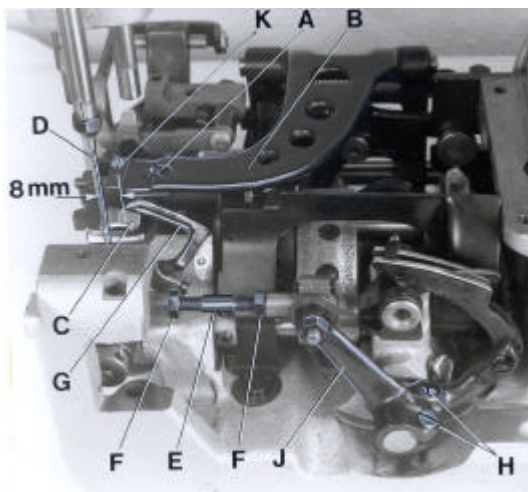
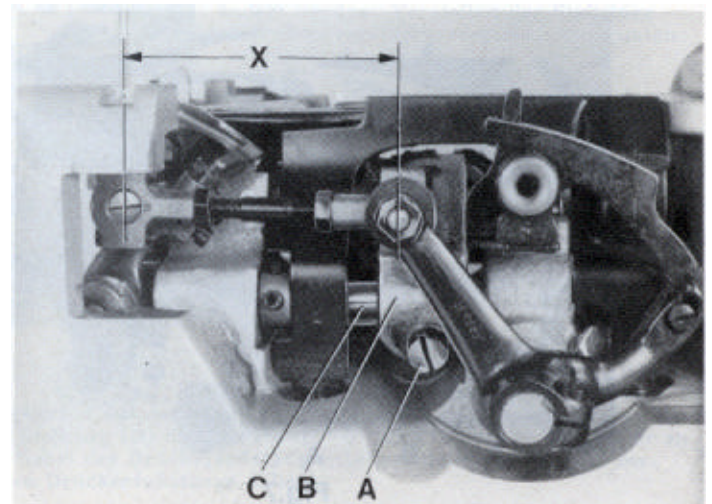
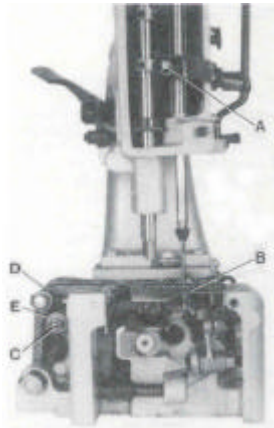

Fig. 3
Fig. 4
Fig.6
Remove the presser foot, throat plate and feed dog and on styles 80800H and HA also the needle guard for convenient access to the machine. On styles 80800C, D and E loosen the screw (A, Fig. 3) in the feed bar (B) and push the feed bar needle guard (C) to the rear to avoid its contacting the needle (D).
For the two thread double locked stitch styles 80800C, E, H and HA, set the looper connecting rod (E) so the distance (X, Fig. 4) between the center lines of the two ball joints is 69.8 mm (2 3/4"). The dimension (X, Fig. 4) should be 68.3 mm (2 11/16) on the single thread chain stitch style 80800D. For adjustment loosen the two nuts (F, Fig. 3) and turn connecting rod (E) forward or backward as required to obtain specified dimension, retighten nuts (F).
Rotate the machine pulley in operating direction so that the looper moves from right to left. The looper point should pass as close as possible to the back of the needle without contacting 0.08 to 0.13 mm (.003 to .005") clearance. For adjustment loosen screws (A, Fig. 4) in the looper eccentric fork (B) and turn looper rocker shaft (C) on the looper rocker forward or backward as required. Retighten screw (A).
Zur bequemeren Einstellung entfernen Sie Drückerfuß, Stichplatte und Transporteur und bei den Maschinen 80800H und HA auch den Nadelanschlag. Lösen Sie bei den Maschinen 80800C, D und E die Schraube (A, Fig. 3) im Transporteurträger (B) und drücken Sie den Nadelanschlag nach hinten, damit er die Nadel (D) nicht berühren kann.
Bei den Zweifaden-Doppelkettenstichmaschinen Typen 80800C, E, H und HA muß die Greiferverbindungsstange (E) so eingestellt sein, daß der Abstand (X, Fig. 4) von der Mitte zu Mitte Kugelgelenk 69,8 mm beträgt. Bei der Einfaden-Einfachkettenstichmaschine Typ 80800D beträgt der Abstand (X, Fig. 4) 68,3 mm. Zum Einstellen lösen Sie die beiden Muttern (F, Fig. 3) und drehen die Verbindungsstange (E) vor oder zurück bis der erforderliche Abstand erreicht ist. Ziehen Sie die Muttern (F) wieder an.
Drehen Sie die Riemenscheibe in Nährichtung so, daß sich der Greifer von rechts nach links bewegt. Die Greiferspitze soll so dicht wie möglich hinter der Nadel vorbeigehen, ohne diese zu berühren (0,08 bis 0,13 mm Abstand). Zur Einstellung lösen Sie die Schraube (A, Fig. 4) in der Greiferexzentergabel (B) und schwenken die Greiferhebelwelle (C) am Greiferhebel mit Greifer nach Bedarf vor oder zurück. Ziehen Sie die Schraube (A) wieder an.
Remove the face cover on machine arm. Rotate machine pulley in operating direction until the looper point, moving to the left, projects 1 to 1.5 mm (.040" to .060") left of the needle (see Fig. 5). Lower edge of looper and upper edge of needle eye must be flush in this position. If adjustment is necessary, loosen clamp screw (A, Fig. 6) in the needle bar connection and move the needle bar up or down, as required. Retighten screw (A) and remount face cover.
At highest point of feed dog travel, the feed dog (B, Fig. 6) should be set so, that the rear teeth project their full depth above the throat plate surface. For setting remove the feed dog and adjust the supporting screw (K, Fig. 3) on the top of the feed bar to the required height. Remount the feed dog, and on styles 80800H and HA also the needle guard.
On styles 80800C, D and E stud (C, Fig. 6) for changing the stitch length is accessible from the outside. On styles 80800H and HA the housing for the tape cutter and the rear cloth plate have to be removed for changing the stitch length.
The length of the stitch can be adjusted by raising or lowering the stud (C, Fig. 6) in the segment slot of the feed rocker (D). Lowering stud (C) will lengthen the stitch. After loosening nut (E), stud (C) can be moved accordingly. When the desired stitch length is obtained, retighten nut (E). Remount housing for cutter and rear cloth plate on styles 80800H and HA.
The needle guard (C, Fig. 3) has to be set so, that it just contacts the needle at its most forward point of travel, without deflecting it.
On styles 80800C, D and E loosen screw (A, Fig. 3) in the feed bar (B) and adjust the needle guard (C) accordingly. Retighten screw (A).
Entfernen Sie den Stirdeckel am Maschinenarm. Drehen Sie die Riemenscheibe in Nährichtung bis die sich nach links bewegende Greiferspitze 1 bis 1,5 mm links der Nadel steht (siehe Fig. 5). In dieser Stellung müssen Unterkante Greifer und Oberkante Nadelöhr bündig sein. Ist eine Einstellung notwendig, lösen Sie die Klemmschraube (A, Fig. 6) im Nadelstangenmitnehmer und schieben die Nadelstange (B), je nach Bearf, nach oben oder unten. Ziehen Sie die Schraube (A) wieder an und montieren Sie den Stirdeckel.
Im höchsten Punkt der Transporteurbewegung sollen die hinteren Zähne des Transporteurs (B, Fig. 6) eine volle Zahnhöhe über die Stichplattenoberfläche hinausragen. Zur Einstellung entfernen Sie den Transporteur und stellen die Stützscharbe (K, Fig. 3) oben im Transporteurträger auf die entsprechende Höhe. Montieren Sie den Transporteur wieder, bei den Maschinen 80800H und HA auch den Nadelanschlag.
Bei den Maschinen 80800C, D und E ist der Bolzen (C, Fig. 6) zum Einstellen der Stichlänge von außen zugänglich. Bei den Maschinen 80800H und HA muß zum Einstellen der Stichlänge das Gehäuse für den Bandabschneider und die hintere Stoffplatte entfernt werden.
Die Stichlänge kann durch höher- oder tieferstellen des Bolzens (C, Fig. 6) in der Nut des Transportrahmens (D) verändert werden. Tieferstellen des Bolzens (C) verlängert den Stich, höherstellen verkürzt ihn. Nach Lösen der Mutter (E) läßt sich der Bolzen (C) entsprechend verschieben. Wenn die gewünschte Stichlänge eingestellt ist, ziehen Sie die Mutter (E) wieder an. Montieren Sie bei den Maschinen 80800H und HA das Gehäuse für den Abschneider und die hintere Stoffplatte wieder.
Der Nadelanschlag (C, Fig. 3) muß so eingestellt sein, daß er in der vordersten Stellung seiner Bewegung gerade die Nadel berührt, aber nicht ablenkt.
Zur Einstellung lösen Sie bei den Maschinen 80800C, D und E die Schraube (A, Fig. 3) im Transporteurträger (B), und stellen den Nadelanschlag (C) entsprechend ein. Ziehen Sie die Schraube (A) wieder an.